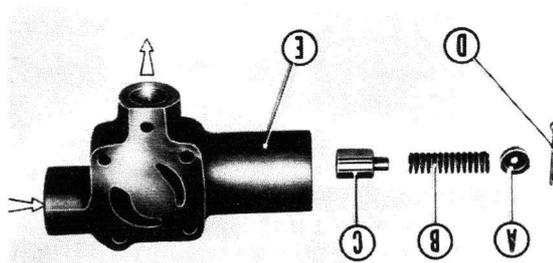

Fig. 27
- 2° Remonter éventuellement le clapet de sécurité dans le corps de clapet (fig. 27).